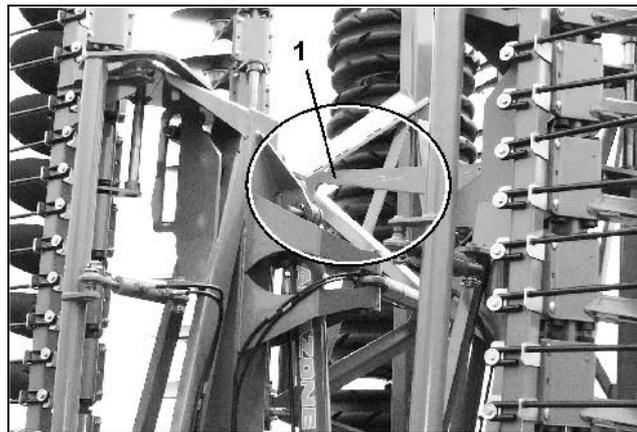

Рис. 39
**Блокировочный крюк (Рис. 39/1) перед раскладыванием кронштейнов агрегата открывается автоматически.**
**Если блокировочный крюк (Рис. 39/1) не открывается: Устройство управления 1 установите на короткое время на „Складывание“, а затем снова на „Раскладывание“.**